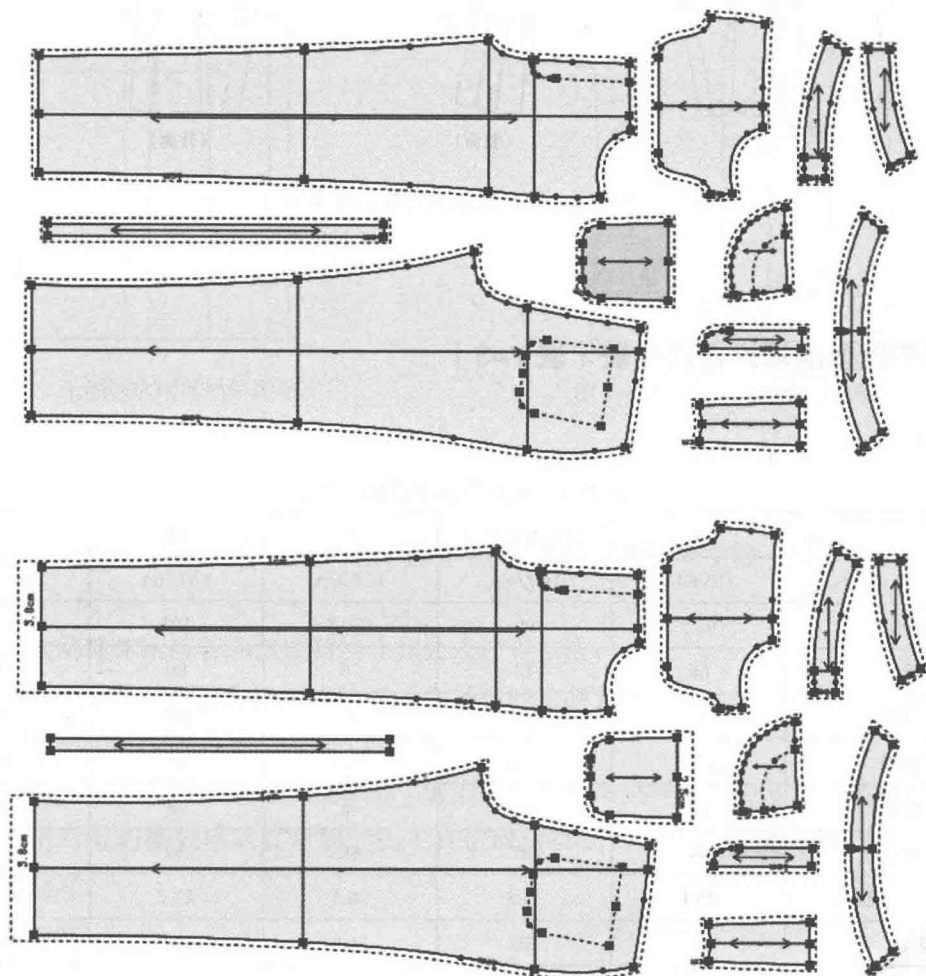

图 7-63 加缝份
(14) 加缝份(图 7-63)。
①选择 【加缝份】工具，将工作区的所有纸样统一加 1cm 缝份。
②将前后片裤口缝份修改为 3.8cm、将耳仔缝份归零、将后袋布上口缝份修改为 2.5cm。